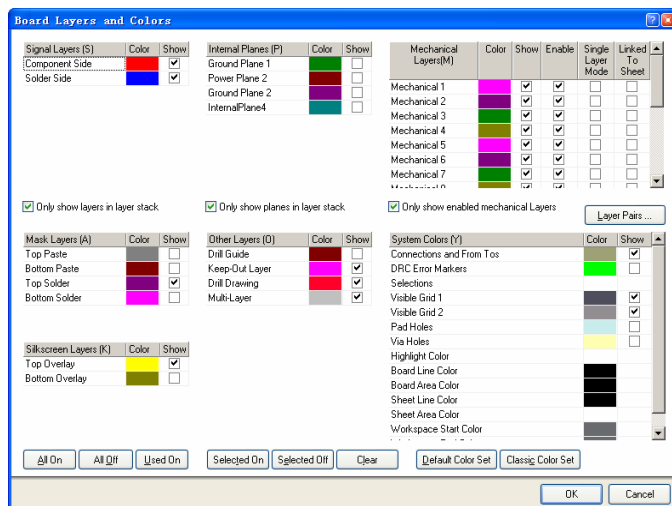

图 7.35 “Board Layers and Colors”对话框
(1) 在主菜单中选择“Design”->“Board Layers and Colors...”命令，或者在工作区单击鼠标右键，在弹出的菜单中选择“Options”->“Board Layers and Colors...”命令，打开如图 7.35 所示的“Board Layers and Colors”对话框。